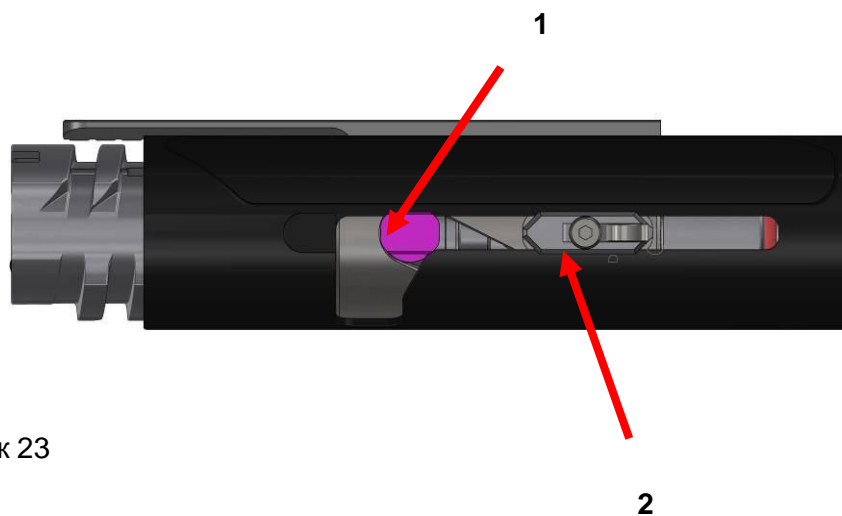

Рисунок 23
(1) Вставить затвор в верхнюю часть ствольной коробки. Перед установкой затвора его необходимо привести в разблокированное установкой состояние (регулирующий винт 1 и установочная шпонка 2 имеют одинаковое направление) (рис. 23).